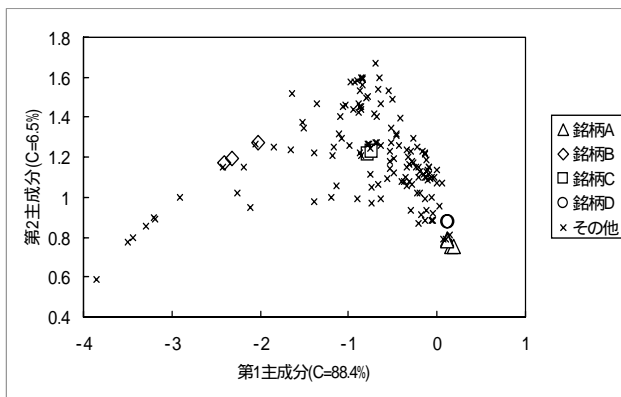

図5. チーズ試料の主成分分析結果と 同一工房チーズの香り特性
(2) 香り識別装置を用いたチーズ香気の応答値はチーズ種類内での変異が大きく、チーズ種類間の変異と重複し、白カビタイプとゴーダタイプの区分にとどまった。
(3) 工房銘柄別の応答値は安定しており、品質の同一性を確保するための製品管理用ツールとして香り識別装置を活用できる可能性が示された(図5)。